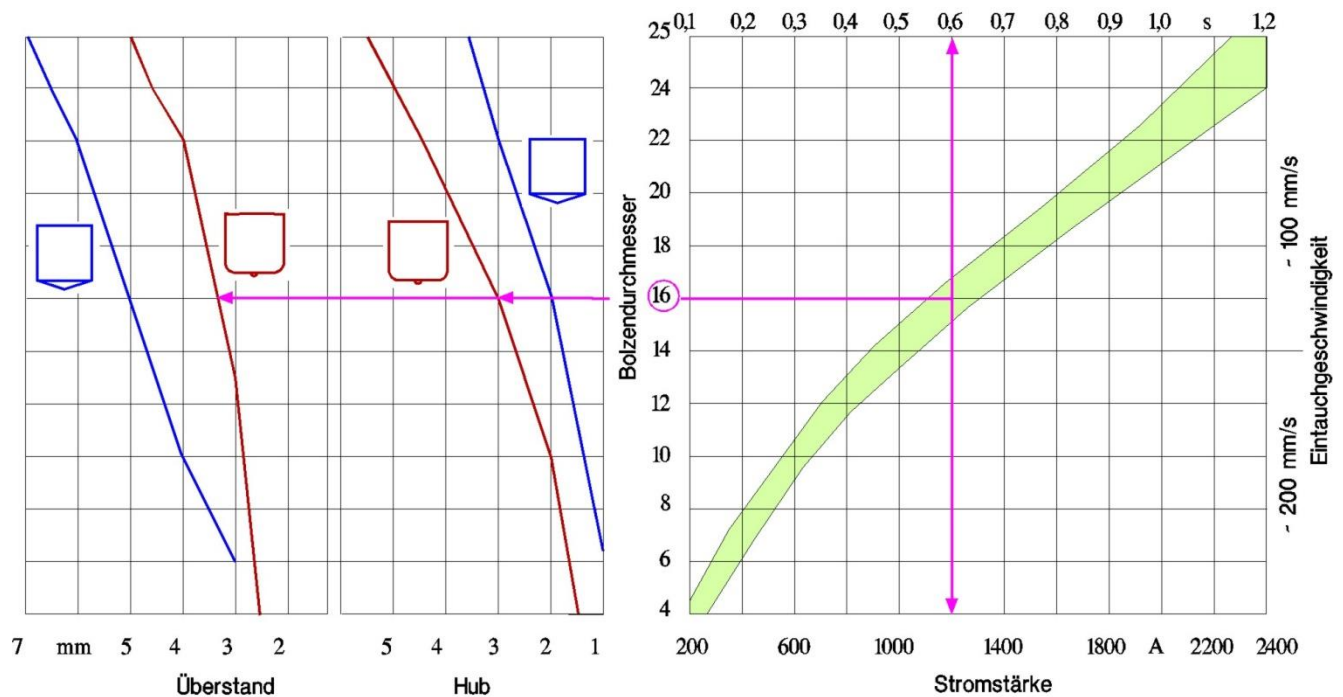

Bild 2: Richtwerte für Strom, Zeit, Hub, Überstand und Dämpfung (Beispiel: Bolzen mit 16 mm Durchmesser und flacher Spitze)
Hub (Lichtbogenlänge) und Überstand sind wichtige Parameter beim Bolzenschweißen. Sie können im Wesentlichen in Abhängigkeit vom Bolzendurchmesser anhand Bild 2 gewählt werden. Die Schweißposition oder die Oberflächenbeschaffenheit des Grundmaterials können Änderungen erforderlich machen. Die passenden Werte sollten dann durch Versuche ermittelt werden.
Das Bild 2 gibt Einstellrichtwerte an, die beim Schweißen auf **metallisch blanken Oberflächen** in **Wannenlage** (Position PA) für gängige Bolzentypen erprobt wurden. Entscheidend ist der Durchmesser an der Schweißspitze, nicht das Nennmaß. Unter anderen Bedingungen (Schweißposition, Oberfläche verölt, verzündert oder gepräpelt) sind die günstigsten Werte durch Versuche zu ermitteln. Bei problematischen Oberflächen müssen z.T. Schweißzeit und Hub erheblich vergrößert und der Schweißstrom verringert werden. Beim Schweißen in Querposition ist es günstig, gegenüber den Richtwerten den Strom und den Überstand zu erhöhen und Zeit und Hub zu verringern. Zu beachten ist, dass beim Bolzenschweißen am unteren Ende des Leistungsbereiches großer Maschinen die Einstellwerte gegenüber den Tabellenwerten evtl. erhöht werden müssen. Dies hängt mit dem langsamen Hochfahren des Stromes zusammen, so dass während eines beträchtlichen Teils der Schweißzeit noch nicht der Endwert vorliegt. Dies muss durch Verlängern der Schweißzeit oder Erhöhen des Stromes ausgeglichen werden.
9. Verschieben Sie die Fußplatte mit den Säulen in den Klemmführungen so lange, bis der richtige Überstand erreicht ist. Richten Sie sich nach Bild 2. Eine schematische Darstellung der Stützeinrichtung finden Sie im Bild 4.
Keine Zwischenwerte einstellen! Richten Sie sich bei der Wahl der Werte nach Bild 2.